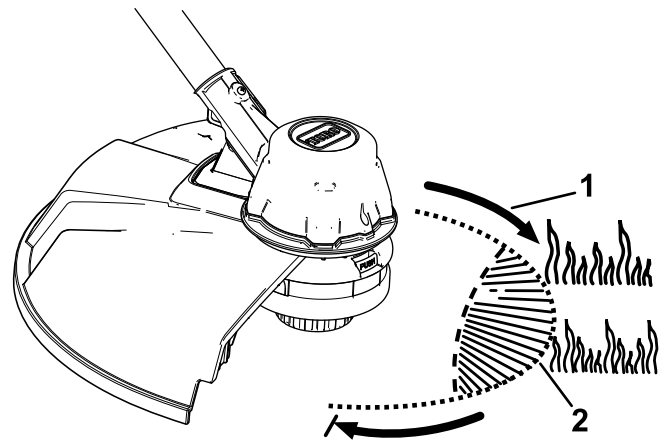

Figur 12
Trimmeren kommer fra fabrikken med en klippebredde på 36,6 cm, som vist i A i Figur 12. Se følgende instruksjoner for å justere bredden til 40,6 cm, som vist i D i Figur 12.
1. Fjern skjærebladet fra bunnen av vernet ved å fjerne de to skruene som holder det på plass, ved bruk av den gitte sekskantnøkkelen (B i Figur 12) og roter skjærebladet 180°.
2. Når skjærebladet er rotert, fester du det på vernet med de to skruene du fjernet tidligere (C i Figur 12).